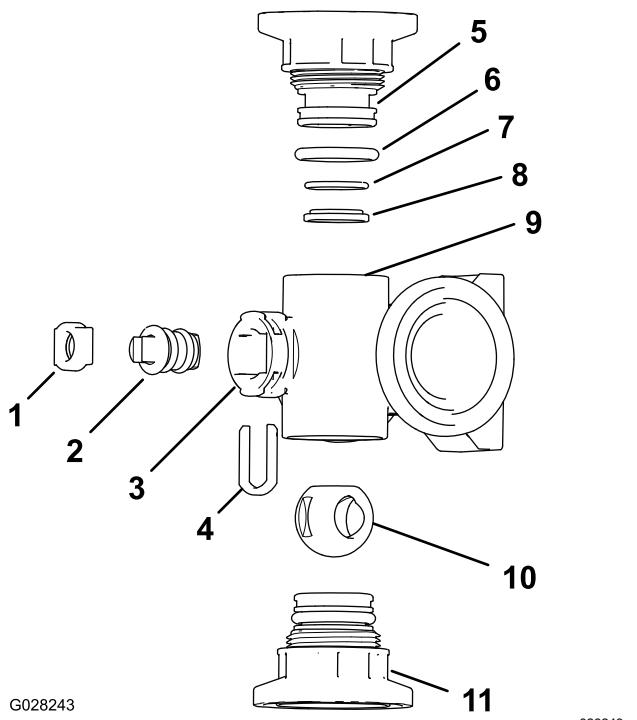
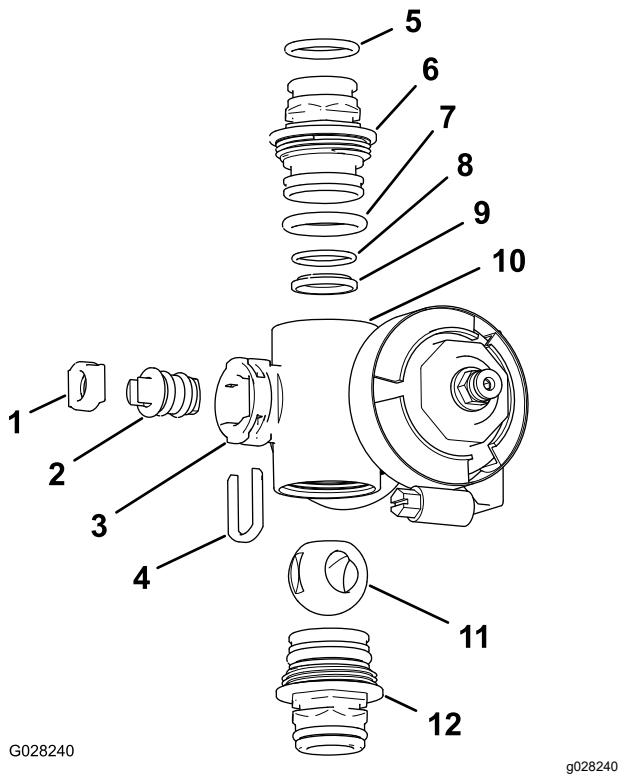

Figure 124
Figure 125
2. Déposez les 2 raccords d'embout à chaque extrémité du corps du collecteur (Figure 124 et Figure 125).
4. Retirez l'étrier de fixation de la tige des fentes de l'orifice de tige du collecteur (Figure 124 et Figure 125).
5. Déposez du collecteur l'étrier de fixation et le siège de la tige (Figure 124 et Figure 125).
6. En passant par le corps du collecteur, déposez la tige de vanne (Figure 124 et Figure 125).
1. Vérifiez l'état et l'usure des joints toriques de raccord de sortie (collecteur de vanne de section seulement), des joints toriques d'embout, des joints toriques de portée arrière et du siège de la bille (Figure 124 et Figure 125).
2. Appliquez de la graisse silicone sur la tige de la vanne et insérez-la dans le siège (Figure 124 et Figure 125).
3. Placez la tige et le siège dans le collecteur et fixez-les à l'aide de l'étrier (Figure 124 et Figure 125).
4. Vérifiez que le joint torique de portée arrière et le siège de la bille sont correctement alignés et engagés dans le raccord d'embout (Figure 124 et Figure 125)
5. Montez le raccord d'embout sur le corps du collecteur jusqu'à ce que la bride du raccord touche le corps (Figure 124 et Figure 125), puis tournez encore le raccord d'embout de 1/8e à 1/4 de tour.